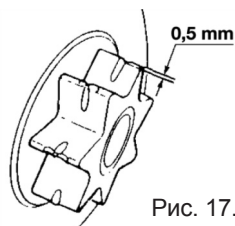

Рис. 17.4
4. Звездочка привода (рис. 17.4).